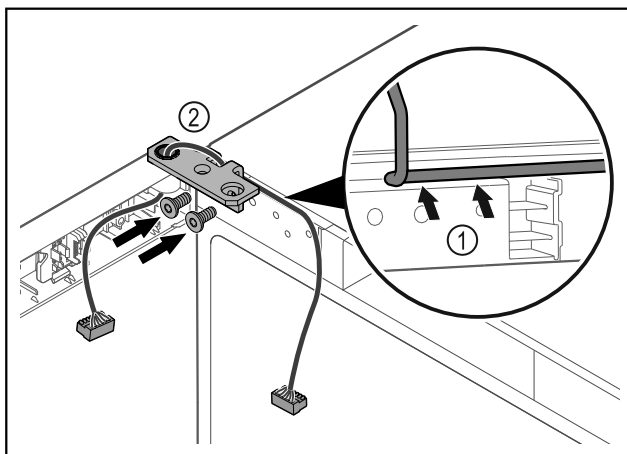

Fig. 41
- ▶ Sæt kablet gennem hængselvinklens udsparring, og træk det forsigtigt Fig. 41 (1).
- ▶ Skru hængselvinklen Fig. 41 (2) på.